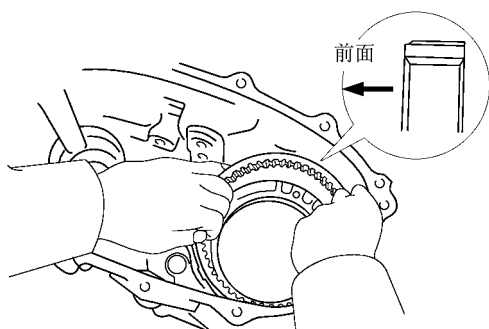
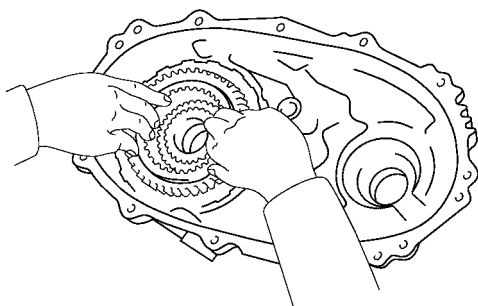

图 12-31 将齿圈装入前外壳
图 12-32 将带输入轴的行星齿轮部件装入前外壳内
(1) 安装齿圈。将齿圈装入外壳，如图 12-31 所示，然后安装弹簧卡环。
(2) 将输入轴装到行星齿轮部件上。
(3) 安装带输入轴的行星齿轮部件。将带输入轴的行星齿轮部件装入前外壳内，如图 12-32 所示。